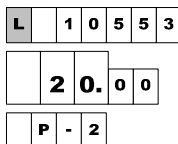

Рисунок 2
- отображение значений суммарного счетчика рукава в строке указателя стоимости с мигающим символом "L" в старшем разряде. В строке цены за литр отображается порядковый номер рукава и символы "P-" (рисунок 2);